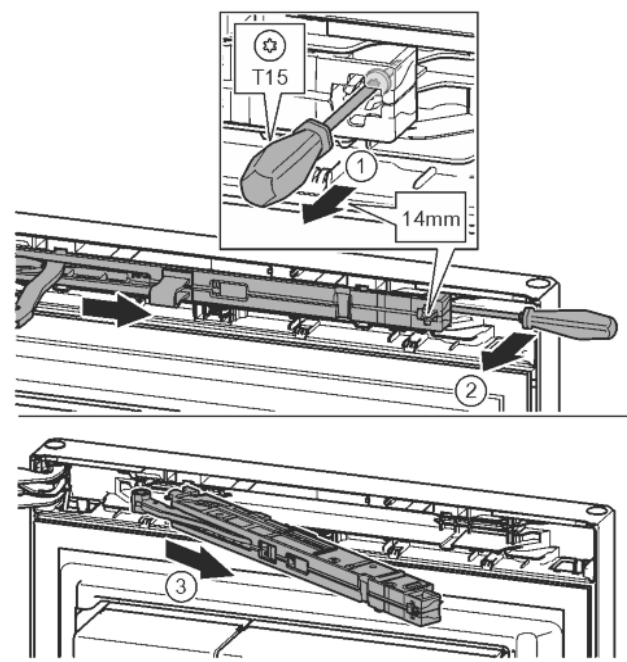

Fig. 10
- ▶ Przy pomocy śrubokręta T15 odkręcić śrubę na amortyzatorze zamykania drzwi ok. 14 mm. Fig. 10 (1)
- ▶ Od strony uchwytu, za amortyzator zamykania drzwi wsunąć śrubokręt i obrócić do przodu. Fig. 10 (2)
- ▶ Wyjąć amortyzator zamykania drzwi. Fig. 10 (3)